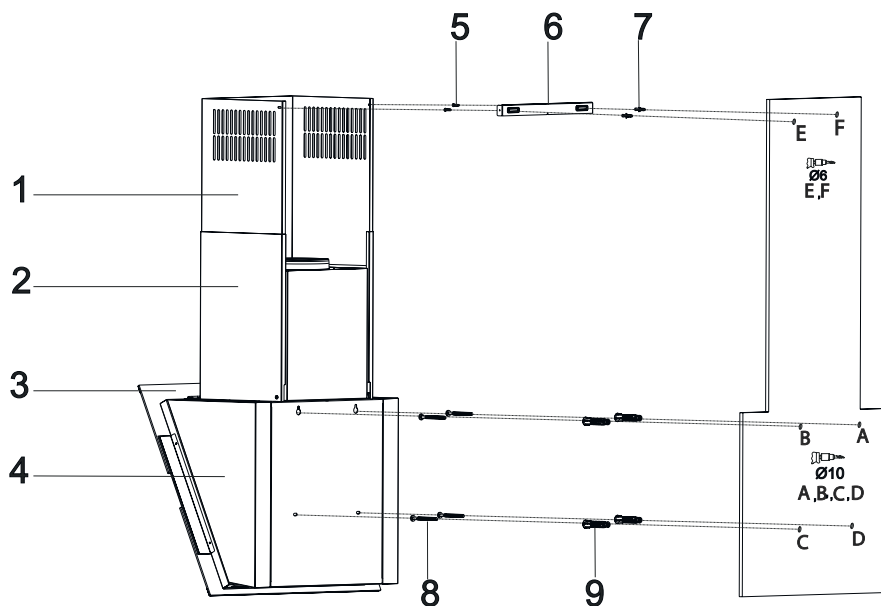

Fig. 8
2. Påsæt monteringskabelonen på væggen i den ønskede højde. Bor huller i punkterne A,B,C & D med Ø10mm bor(Fig. 8).
3. Sæt nu rawlplugs i punkterne A, B, C ve D. Montér nu 5,5x60 skruer på punkterne A & B og lad der være 5mm afstand mellem væg og skruehoved(Fig. 8).
4. Hæng nu produktet op og fastmontér nu ved at skruer på A + B 5,5x60 og på D & C med 5,5x60 skruer(Fig. 8).